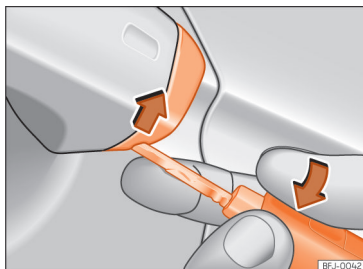

Рис. 54 Ручка дверей водія: як зняти кришку замка ключем.
- Вставте борідку ключа в отвір у кришці зовнішньої ручки дверей знизу і зніміть кришку, підчепивши догори » **рис. 54**.